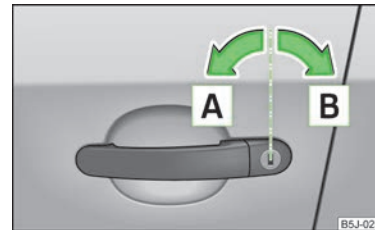

Fig. 10
- ▶ Rotiți cheia în butucul portierei șoferului, în sensul de deplasare (poziție de deschidere) **A** » fig. 10.
- Rotiți cheia în încuietorea portierei șoferului în sens contrar sensului de deplasare (poziție de încuiere) **B** » fig. 10 la pagina 26.